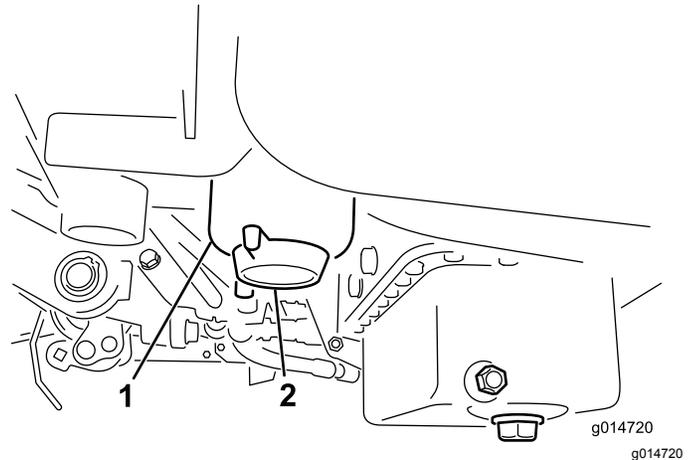

Рисунок 32
3. Откройте сливную пробку на топливном фильтре примерно на один оборот и слейте всю накопившуюся воду (Рисунок 32).